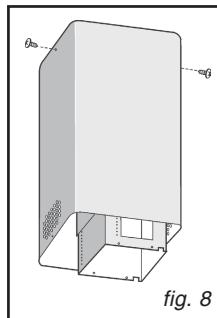
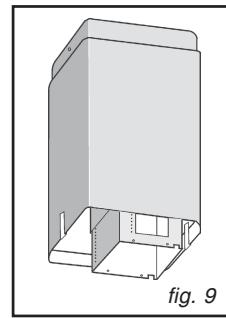
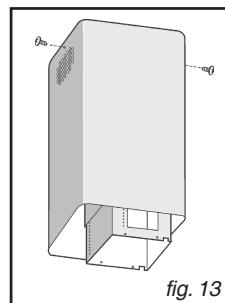

fig. 8
fig. 9
fig. 13
- Indfør det øverste rør (den med de runde splejsede øjer) i teleskoprøret, med de splejsede øjer, der vender nedad; fastspænd røret til bøjlen ved hjælp af 2 skruer (Fig. 8). Indfør derefter det nederste rør på samme måde, som det første; lad det glide opad, og lås det i den position med tape (Fig. 9).
- Indfør det øverste rør (den med de runde splejsede øjer) i teleskoprøret, med de splejsede øjer, der vender opad; fastspænd røret til bøjlen ved hjælp af 2 skruer (Fig. 13). Indfør derefter det nederste rør på samme måde, som det første; lad det glide opad, og lås det i den position med tape (Fig. 9).